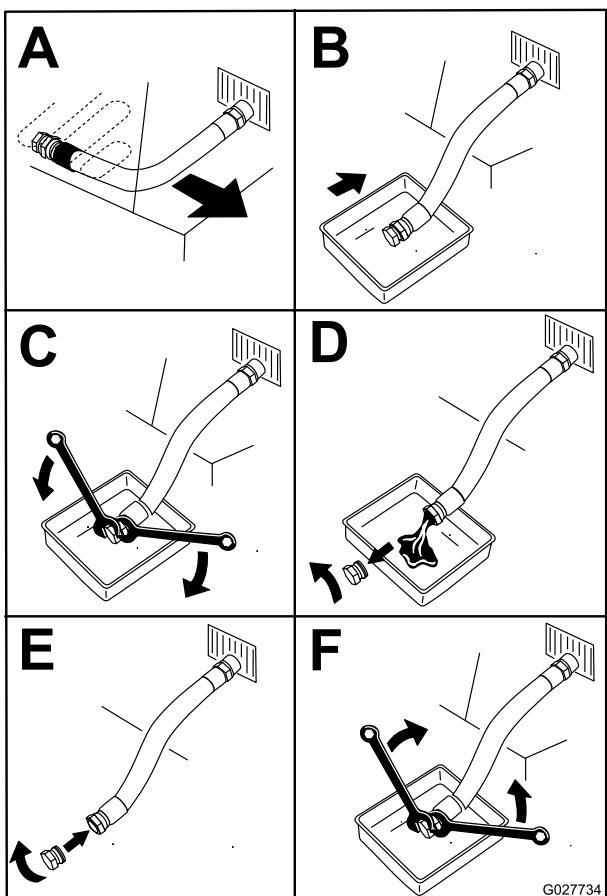

Bild 57
4. Stellen Sie vor dem Verlassen des Fahrersitzes den Motor ab, ziehen den Schlüssel ab und warten, bis alle beweglichen Teile zum Stillstand gekommen sind (Bild 57).